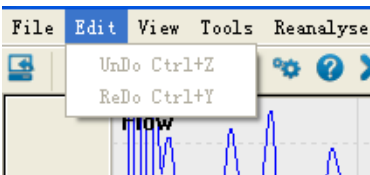

Fig. 5-4-2
2. Le menu “Edit” (éditer) contient deux options possibles: “Undo Ctrl+Z” (annuler l’indication sur le tracé) et “Redo Ctrl+Y” (remettre l’indication sur le tracé). Voir Fig. 5-4-2).